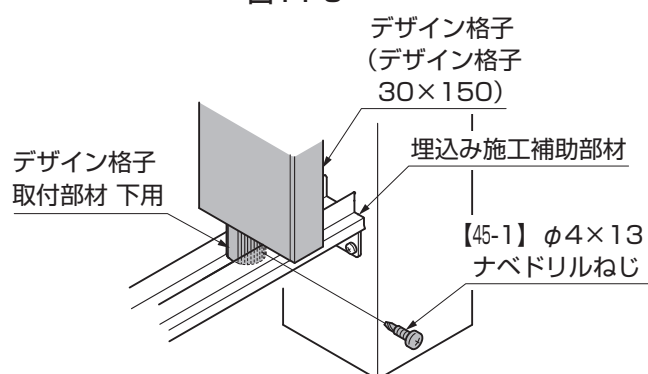

図11-10 デザイン格子の場合
- ③デザイン格子取付け部材 下用を埋込み施工補助部材に【45-1】で取付けてください。(図11-10参照)